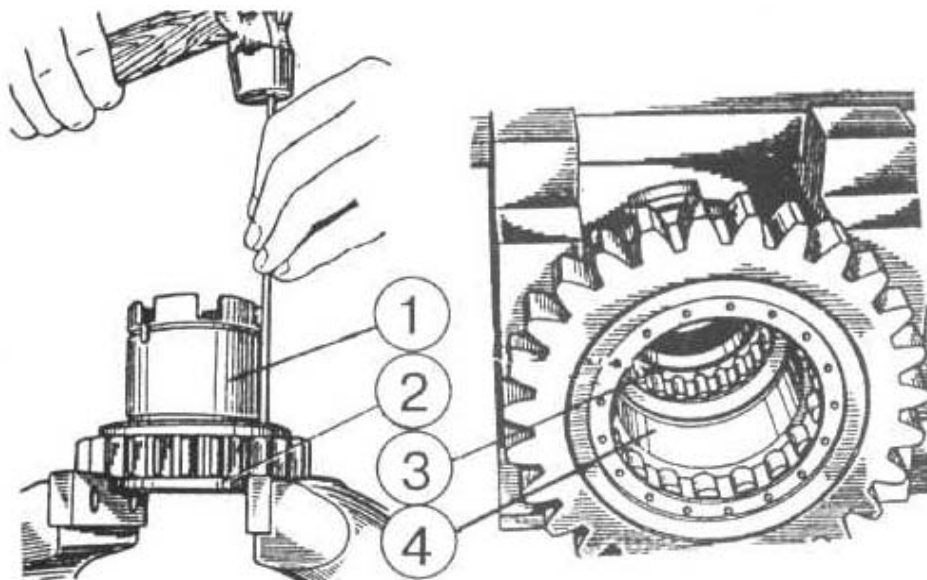

Рисунок 4.63
4) через отверстия в шестерне (1) (рисунок 4.63) выпрессуйте наружную обойму подшипника (2) из расточки шестерни выньте втулку (4) и подшипник (3);